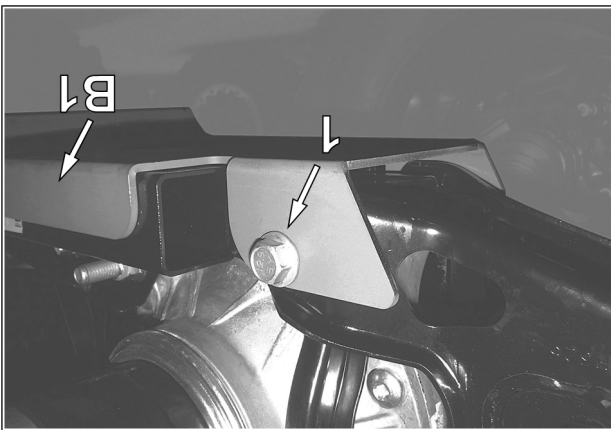

Fig. 4
4. Dévisser et retirer le boulon de fixation du différentiel arrière (A). Positionner la plaque anti-rotation arrière (B1) sous le véhicule. Les trous de l'extrémité doivent être alignés avec le trou de fixation du différentiel au châssis du véhicule. Réinstaller le boulon de fixation (A) du différentiel arrière et utiliser le nouvel écrou (B4) fourni. Ne pas le serrer complètement. Voir la Fig. 4